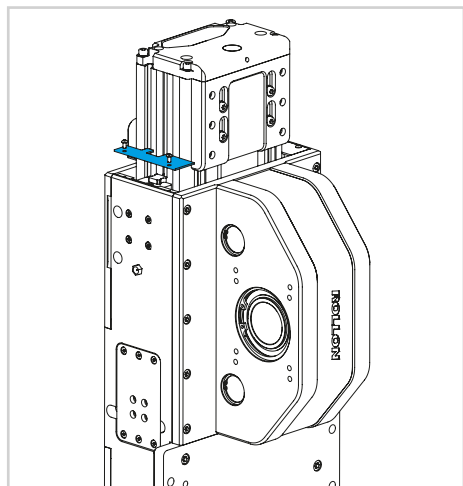

図 19
- 1) スライドブロックを交換する場所に応じて、キャリッジの上部または下部のカバープレートを取り外します。2本のネジを外します(図19を参照)。